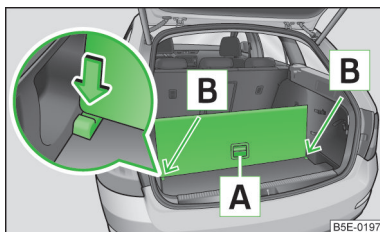

Fig. 100
- Afferrare la parte posteriore del piano di carico variabile in corrispondenza della maniglia **A** » fig. 100.